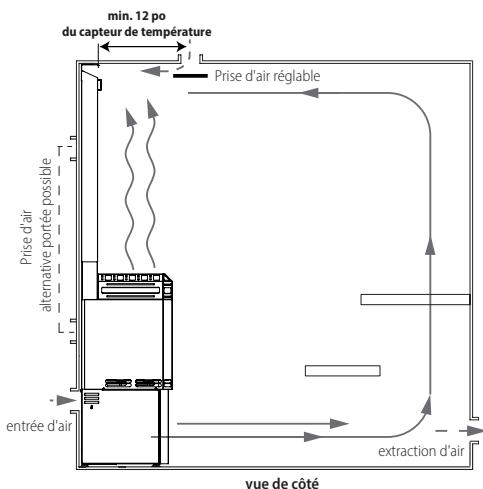

Figure 1
- Les dimensions de l'appareil sont indiquées sur les **Figures 1 et 2** (voir les pages 65 et 66).